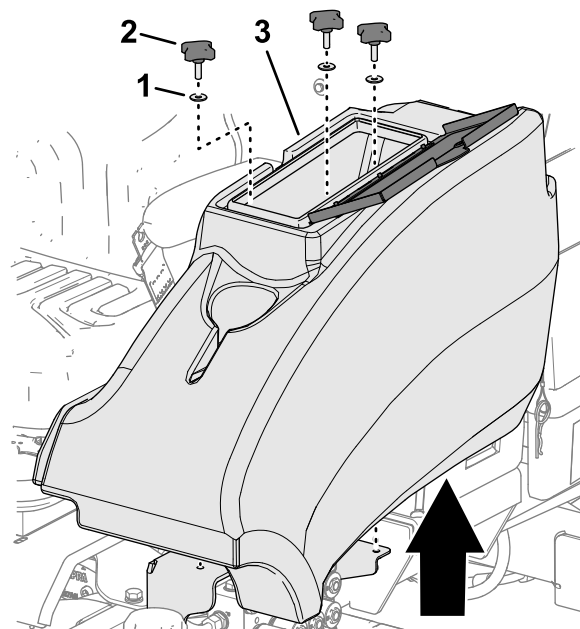

Figura 56
1. A la izquierda de la plataforma del operador, abra la puerta del compartimento de almacenamiento (Figura 56).
2. Retire los 3 pomos y las 3 arandelas que sujetan el compartimento de almacenamiento a la máquina, y retire el compartimento (Figura 56).